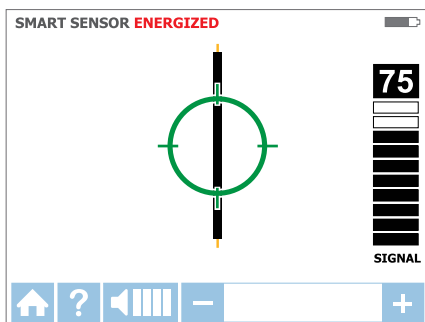

Figure 3.1e
5. Un symbole de cible verte indique que le récepteur est directement au-dessus du fil (voir Figure 3.1e). Si le récepteur ne détecte pas le fil, diminuez la sensibilité à l'aide de la touche « - » sur le clavier ou réglez le transmetteur pour qu'il transmette en mode de signal FAIBLE.